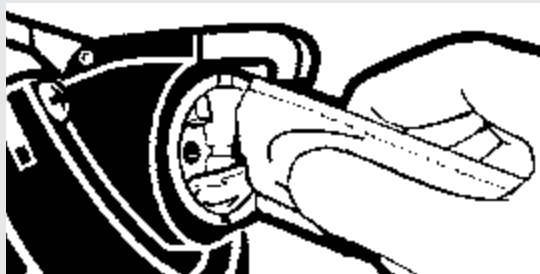

Figure 1.
1. Dégager la section perforée de la partie supérieure de la boîte (à proximité de la languette de déverrouillage qui retient le couvercle) et la replier pour permettre aux flexibles de pénétrer dans les deux découpes fournies. (Voir figure 1)